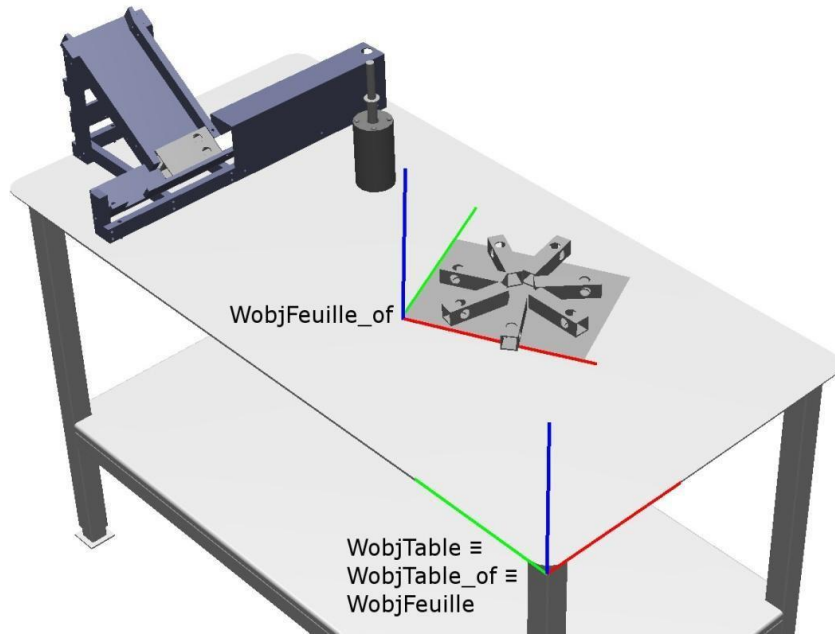

Figure 3: Référentiels objet WobjTable et WobjFeuille (« _of » signifie « object frame »)
- *WobjFeuille*, qui est un système de coordonnées de type wobjdata utilisé pour la table et la feuille (figure 3),